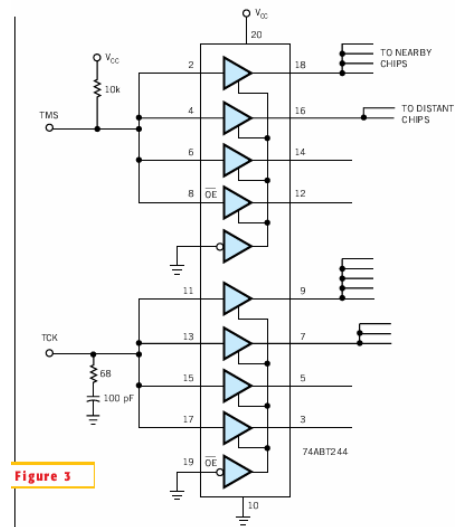

Figure 3
Vous pouvez atténuer les problèmes de sortance des signaux en bufferisant les entrées IEEE 1149.1 avant de les diffuser sur la carte. Le circuit de la **Figure 3** illustre la mise en œuvre d'un buffer octal non inverseur 74ABT244 dans lequel les entrées TMS et TCK attaquent chacune quatre buffers internes. Prêtez tout particulièrement attention à la sortance des signaux TMS et TCK, qui doivent être reliés à chaque circuit intégré (CI) boundary-scan au sein d'une chaîne. En règle générale, prévoyez une sortance de 4 à 6 au départ d'un buffer 74ABT244 pour les connexions proches, et de seulement 1 à 2 pour les composants nécessitant plus de 10 cm de piste pour y acheminer le signal TMS ou TCK. Si votre carte incorpore le signal TRST*, bufferisez-le également.
Figure 3. Un buffer octal 74ABT244 peut augmenter la sortance des signaux boundary-scan TMS et TCK. À noter que chaque entrée attaque quatre buffers en parallèle.